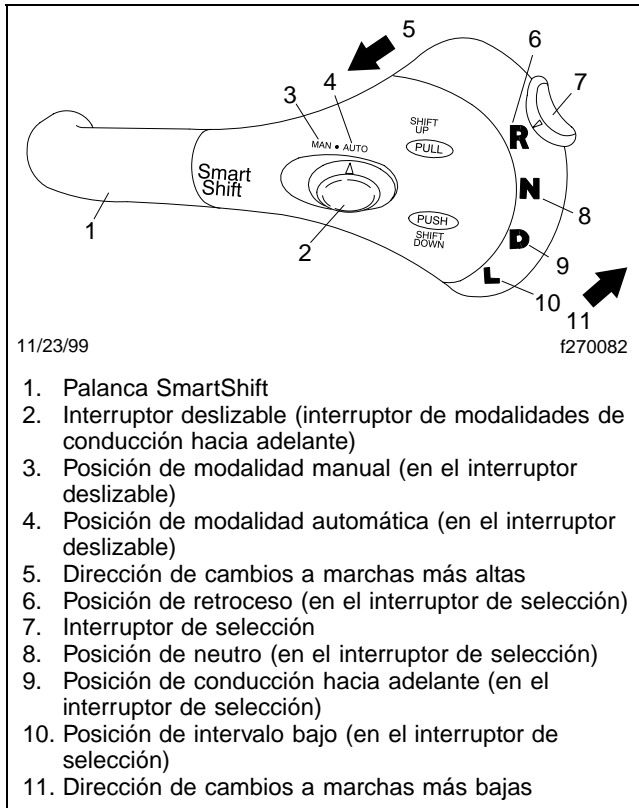

Figura 1, Palanca SmartShift para Eaton Fuller AutoShift
- En las transmisiones Eaton Fuller AutoShift, el interruptor de selección de cuatro posiciones está marcado "R-N-D-L". Vea la **Figura 1**.